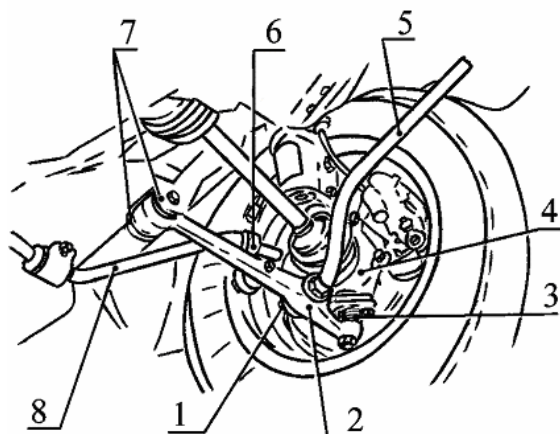

Рис.6. Снятие рычага передней подвески:
4.1.4 Отвернуть гайку 1, рис.6, крепления растяжки 5 к рычагу 2 и снять упорную шайбу (гайковерт или вороток, головка сменная 24, ключ кольцевой 24).